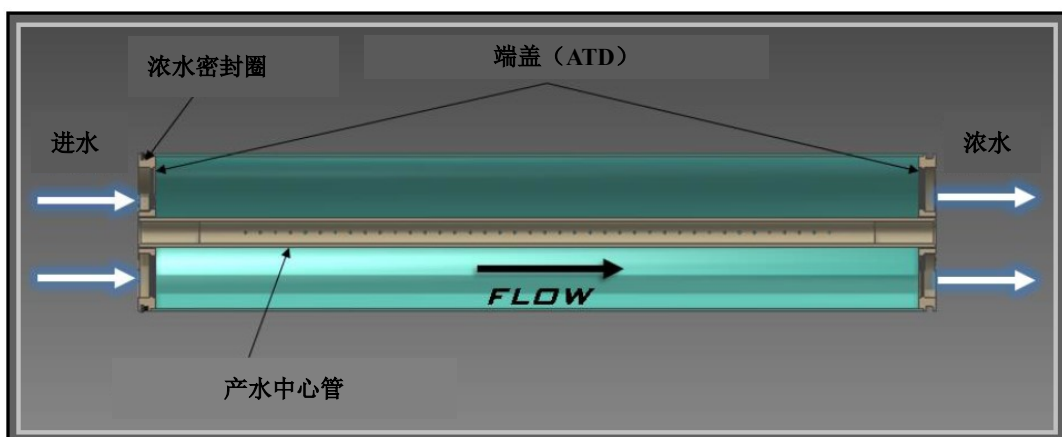

图 1 膜元件安装方向
4. 把第一支膜元件 3/4 长度轻轻滑动到压力容器内，拆掉包装袋。**注意：**从进水侧安装膜元件，且保证浓水密封圈正确放在端盖的卡槽内且面对水流方向。如果使用 V 型浓水密封圈，确认 V 型密封圈开在水流方向，见图 1。